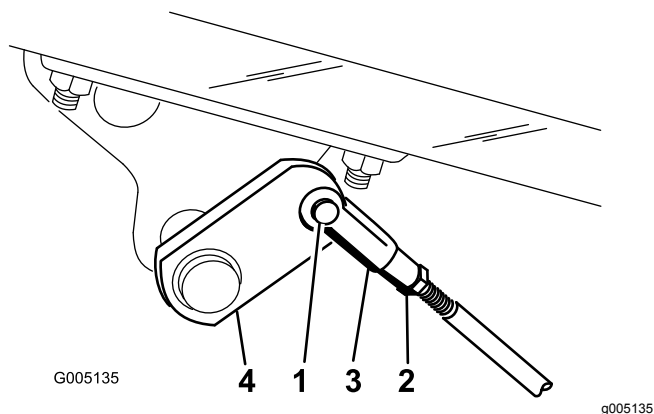

Figura 49
- A. Scollegate le aste dei freni rimuovendo la coppiglia e il perno del cavallotto (Figura 49).
- C. Montate il cavallotto sull'albero del freno (Figura 49).
- B. Allentate il controdado e regolate il cavallotto come opportuno (Figura 49).